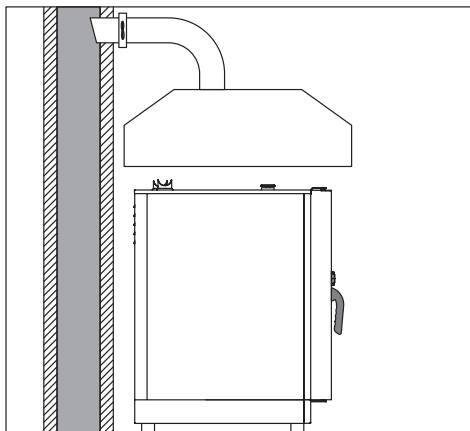

fig. 13
- d) la réadmission des gaz vers l'appareil doit pouvoir se faire seulement manuellement (**fig. 13**).